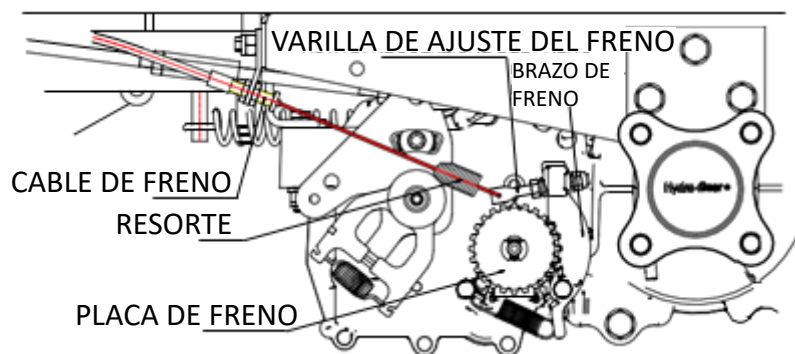

FIG.8
- Véase ABB. 8 Los engranajes del brazo de freno están conectados con los engranajes del disco de freno. Ajuste la tuerca en la palanca de ajuste del resorte. Asegúrese de que el resorte tenga una extensión de 12 mm (1/2") en estado libre. Ajuste la palanca de freno ajustable de la misma manera.